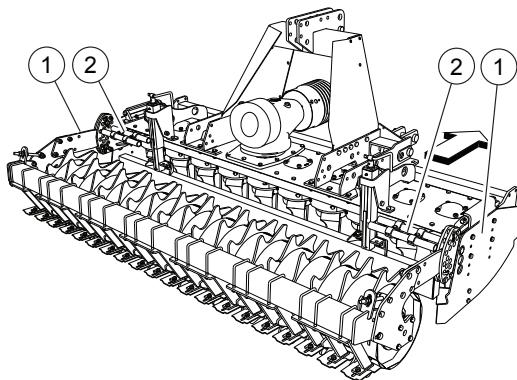

FIG. 17
- Seitlicher Schutzscharnier (1, "Fig. 17").
- Schutzschläuche gegen den Zugang des Werkzeugbereiches (2, "Fig. 17").